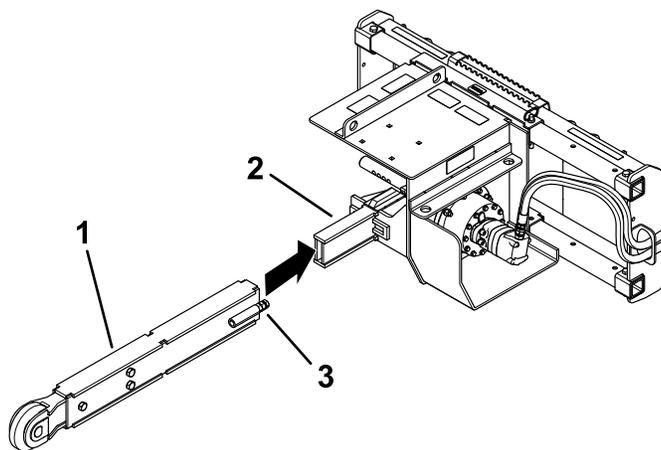

Рисунок 11
3. Ослабьте контргайки и переместите их как можно ближе к головкам натяжных болтов (Рисунок 11).
5. Снимите стрелу, переверните ее нижней частью вверх и снова установите (если же стрелу однажды уже переворачивали, замените ее) (Рисунок 11).
5. Ослабьте контргайки и переместите их как можно ближе к головкам натяжных болтов (см. Рисунок 11).